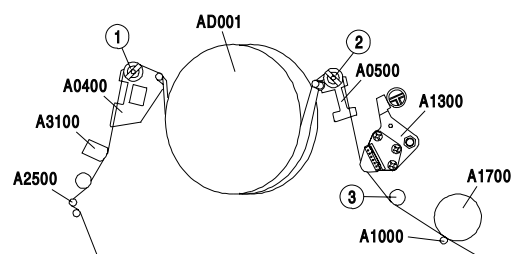
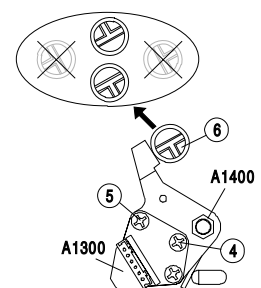

Fig. 22
Fig. 24
- Umlenkrollen (1 / 2) (Fig. 22) bei Bedarf so einstellen, dass das Band an diesen nicht bündelt.
- Neigungswinkel des Kombikopfes mit der Schraube (4) (Fig. 24) so einstellen, dass das Band mittig am Bandführungsbolzen (3) (Fig. 22 / 23) vorbeiläuft.
- Oszilloskop am Steckerkontakt PY01-(1) anschließen.
- Mit der Höheneinstellschraube (Pos. A1400, Fig. 24) maximale Ausgangsspannung einstellen.
- Mit der Azimuteinstellschraube (5, Fig. 24) maximale Ausgangsspannung einstellen.
- Taste ① drücken und mit der Taste bestätigen.
Mit der X-Abstand-Einstellschraube ⑥ (Fig. 24) ist der X-Abstand bei den Trackingfunktionen "ATK off – max" und "ATK off – min" in der mechanischen Einstellmitte so einzustellen, dass die Amplitude der FM-Pakete gleich groß ist.
- Die Umlenkrollen ① / ② (Fig. 22) so einstellen, dass die FM-Pakete an der Bandenlaufseite und der Bandauslaufseite den Grenzwert $b/a \leq 0,75$ (Fig. 25) einhalten.
- Die Umlenkrollen ① / ② (Fig. 22) so einstellen, dass die Amplitude der FM-Pakete möglichst geradlinig verläuft.
linke Umlenkrolle ① (Fig. 22) im Uhrzeigersinn drehen.
rechte Umlenkrolle ② (Fig. 22) im Uhrzeigersinn drehen.
linke Umlenkrolle ① (Fig. 22) entgegen dem Uhrzeigersinn drehen.
rechte Umlenkrolle ② (Fig. 22) entgegen dem Uhrzeigersinn drehen.
- Taste "Bildsuchlauf rückwärts" drücken und nach 15 Sekunden Taste "Wiedergabe". Nach weiteren 3 Sekunden muss die Amplitude der FM-Pakete wieder das Maximum erreichen und deren Hüllkurve geradlinig sein. Gegebenenfalls sind die Umlenkrollen ① / ② (Fig. 22) nachzustellen.